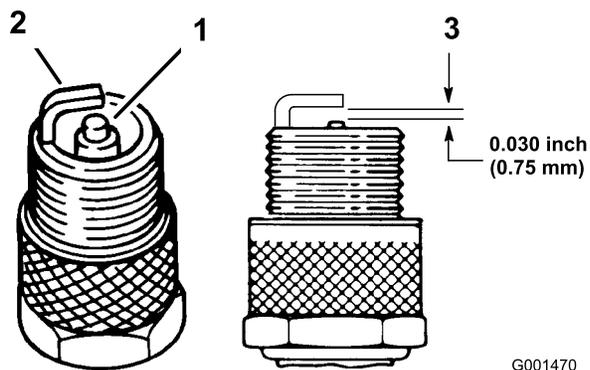

Figura 49
2. Compruebe la separación entre los electrodos central y lateral (Figura 49).
3. Si la distancia no es correcta, doble el electrodo lateral (Figura 49).
1. Mire la parte central de las bujías (Figura 49). Si se observa un color gris o marrón claro en el aislante, el motor funciona correctamente. Si el aislante está ennegrecido, el limpiador de aire está sucio.
3. Conecte los cables a las bujías (Figura 49).